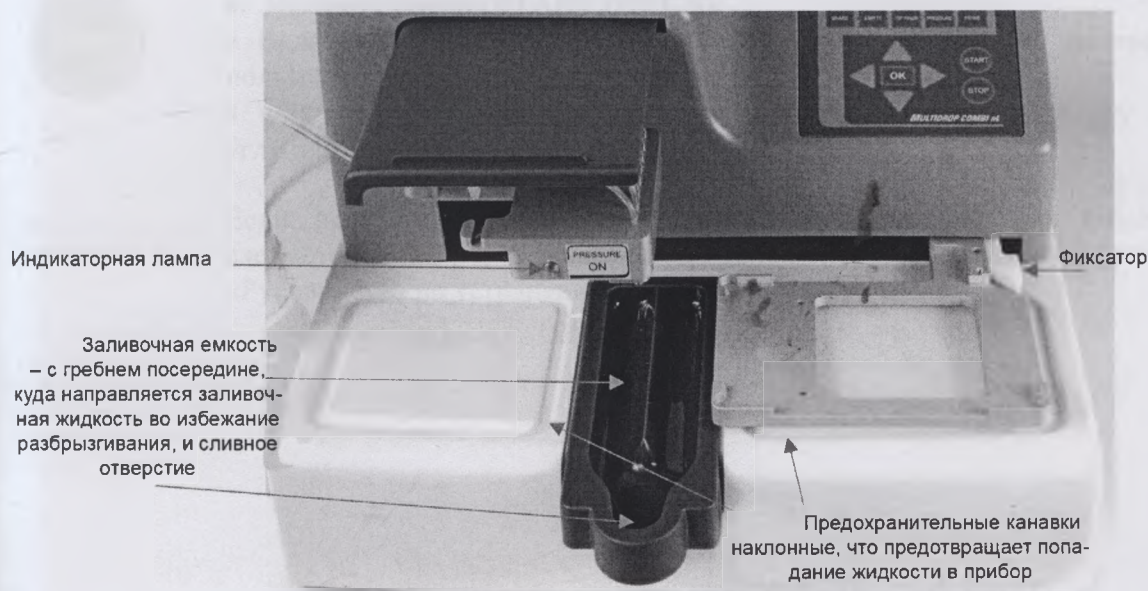

Рисунок 3-14. Заливочная емкость, установленная на место
- Фиксатор (рисунок 3-14) открывается.
2. Убедитесь, что заливочная емкость правильно вставлена в предназначенный для нее паз (рисунок 3-14).
- Фиксатор (рисунок 3-14) прижимает микропланшет к нижнему левому углу планшетодержателя.